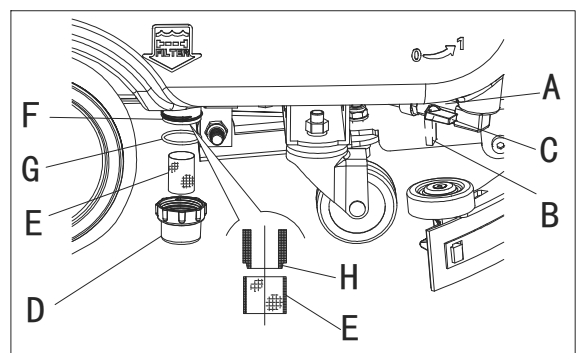

Abbildung 18
2. Stellen Sie sicher, dass die Maschine ausgeschaltet ist und der Zündschlüssel (54) entfernt wurde.
3. Schließen Sie den Abflusshahn für Lösungsmittel (A, Abb. 18) unterhalb der Maschine, hinter dem rechten Hinterrad. Der Abflusshahn (A) ist geschlossen, wenn dieser sich in Position (B) befindet und ist geöffnet, wenn er in Position (C) ist.
4. Entfernen Sie die transparente Abdeckung (D) und entnehmen dann den Filterkorb (E). Reinigen und installieren Sie diese auf der Halterung (F).